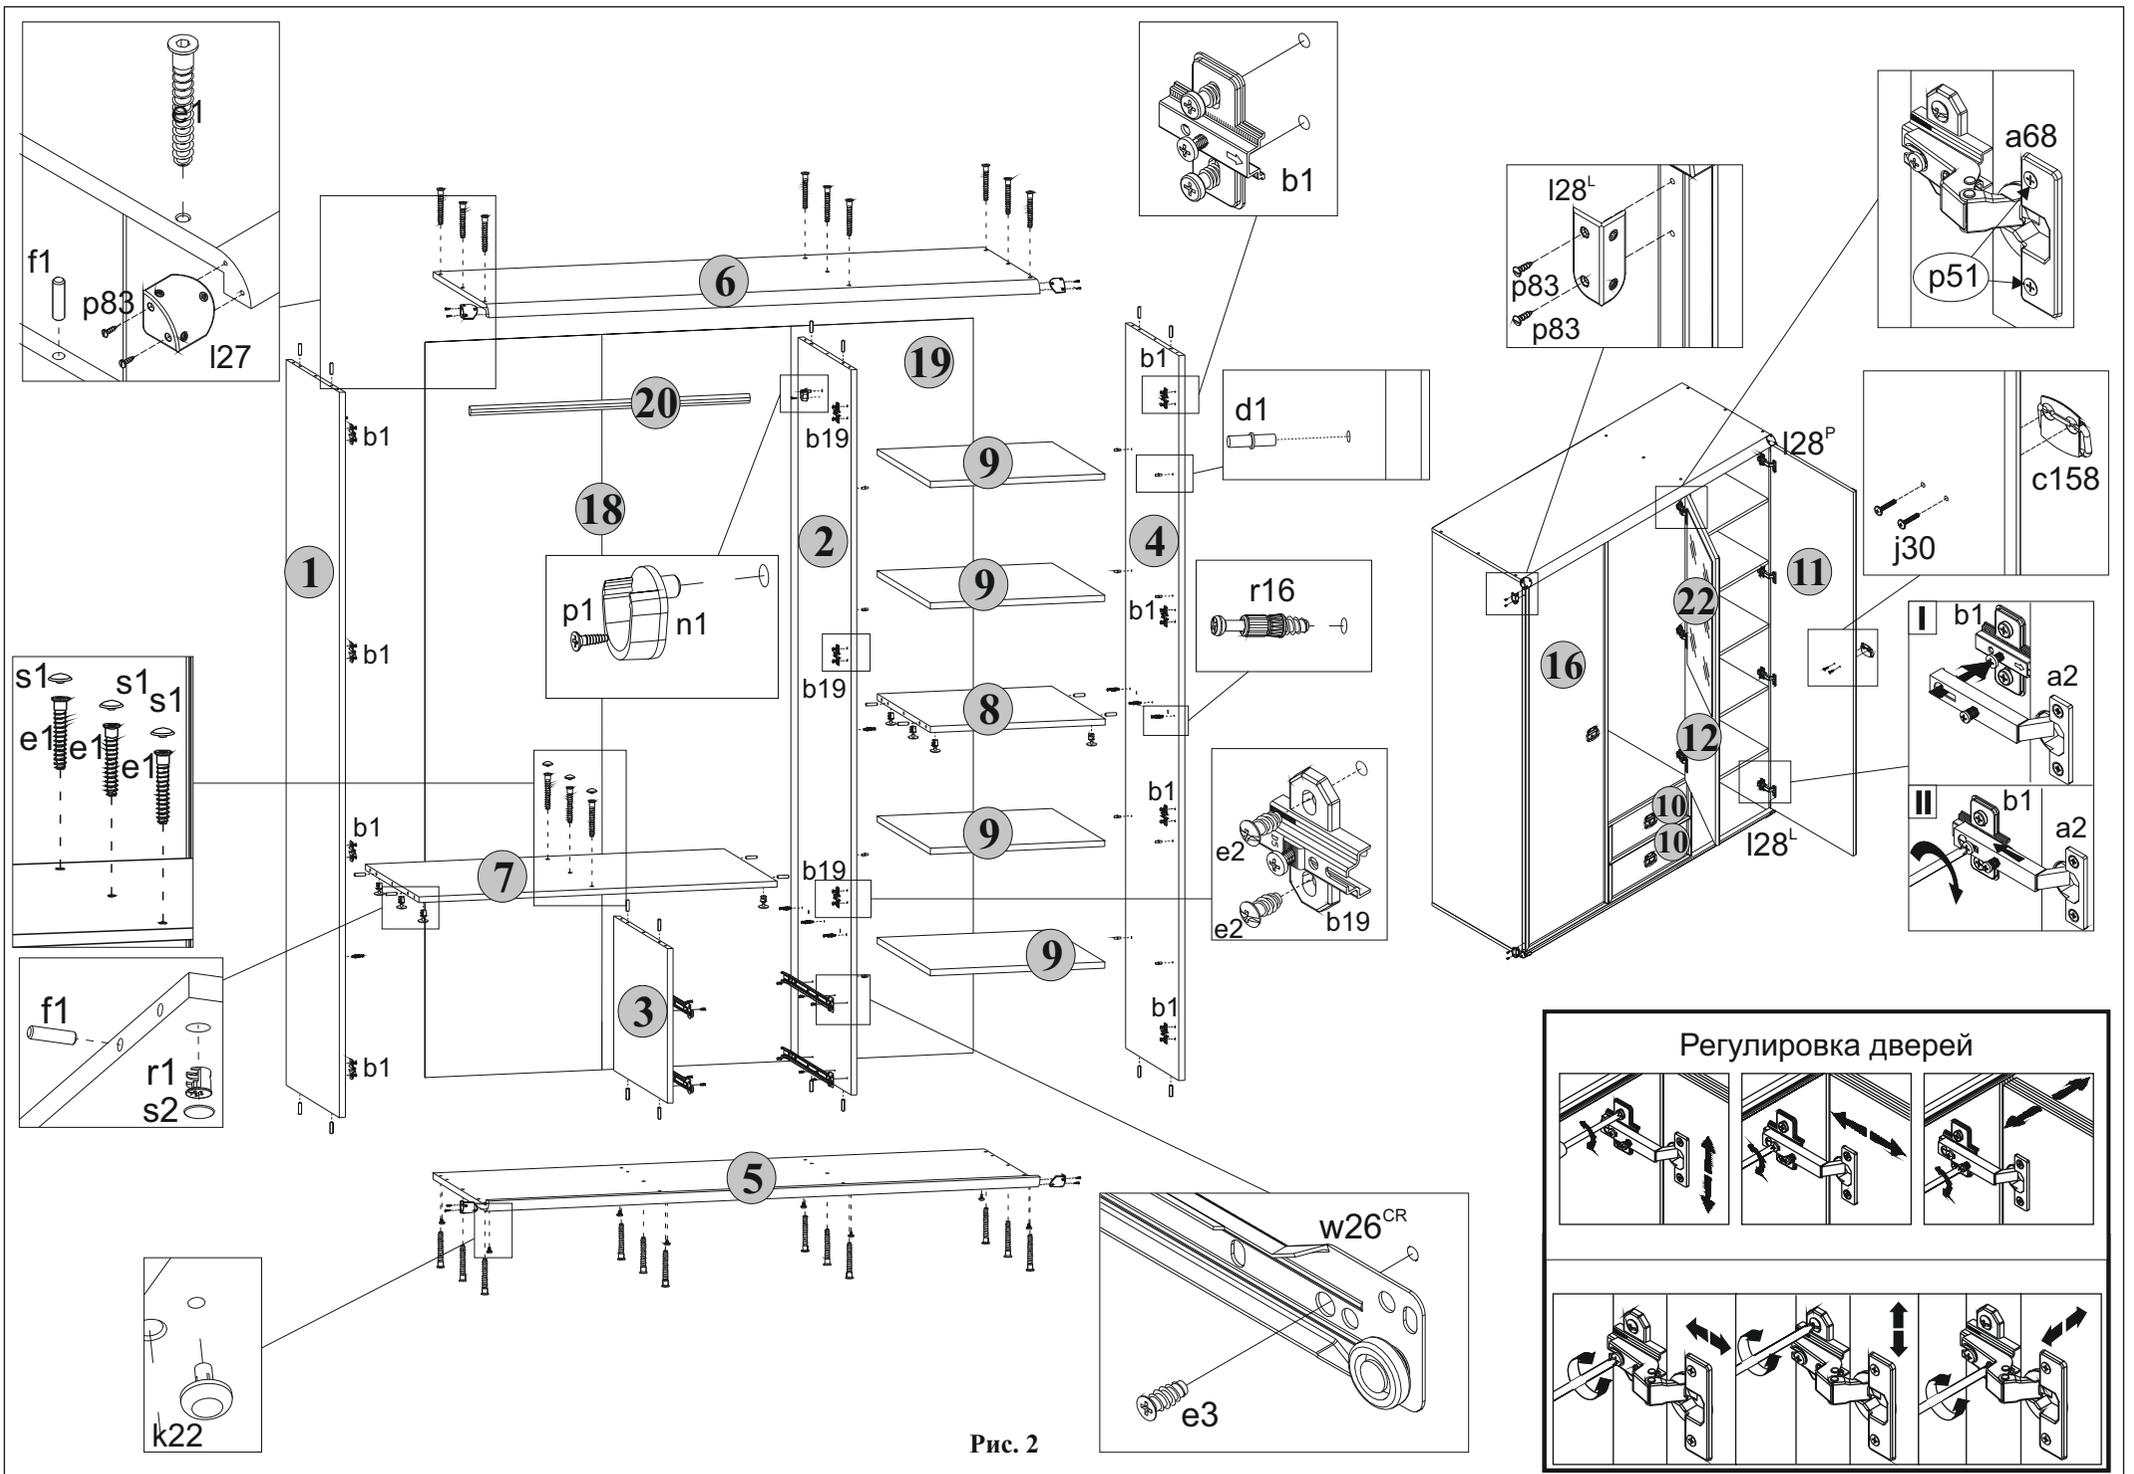

Рис. 2
вставить стяжки эксцентриковые **г1 (см.рис. 2)**.
5.11 В отверстия диаметром **4,5 мм** на нижней поверхности щита нижнего **5** вставить опоры полимерные **к22 (подпятники) (см.рис. 2)**.
5.13 К полке соединительной **7** присоединить стенку среднюю **3** и стянуть конформатами **е1**, пользуясь специальным ключом **з1** из комплекта фурнитуры. Головки конформатов **е1** закрыть заглушками **с1 (см.рис. 2)**.
5.16 К деталям **1, 2, 3 и 4** присоединить щит нижний **5** и стянуть конформатами **е1**, пользуясь специальным ключом **з1** из комплекта фурнитуры (**см.рис. 2**).
5.17 К деталям **1, 2 и 4** присоединить щит верхний **6** и стянуть конформатами **е1**, пользуясь специальным ключом **з1** из комплекта фурнитуры (**см.рис. 2**).
5.31 Положить двери **16** и **11** фасадной поверхностью вниз на ровную поверхность. Закрепить на дверях петли шарнирные **а2**, пользуясь крестообразной отверткой (**см.рис.2**).
5.2 В отверстия диаметром **8 мм** на верхних и нижних краях стенок боковых **1** и **4**, на верхних и нижних краях стенок средних **3** и **4**, а также на боковых краях полок соединительных **7** и **8** вбить деревянные шканты **f1** (см.рис. 2).
5.6 В отверстия диаметром **5 мм** над направляющими роликовыми **w26^{CL}** и **w26^{CR}** на левой поверхности стенки средней **2** и на правой поверхности стенки боковой **1** вкрутить винты стяжки **r16**, пользуясь крестообразной отверткой (см.рис. 2).
5.7 В отверстия диаметром **5 мм** в центральной части на левой поверхности стенки боковой **4** и на правой поверхности стенки средней **2** вкрутить винты стяжки **r16**, пользуясь крестообразной отверткой (см.рис. 2).